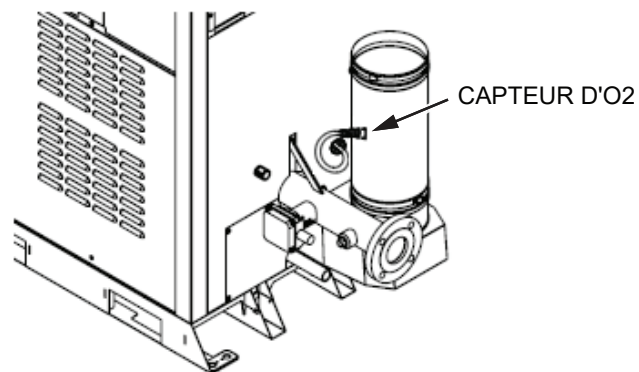

Figure 85. O₂ Emplacement du capteur
- Installez l'évent avec le capteur d'O₂ face à la chaudière. Connectez le câble du capteur O₂ au capteur O₂. Le capteur D'O₂ est installé dans une bonde inclinée pour empêcher l'accumulation d'humidité. Voir la **Figure 85**.